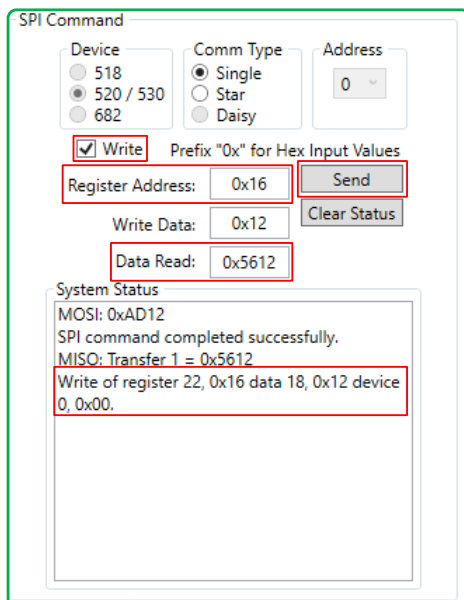

图 6-13. SPI 写入示例
- 在 **Write Data:** 旁的框中写入所需数据, 如图 6-13 中所示。